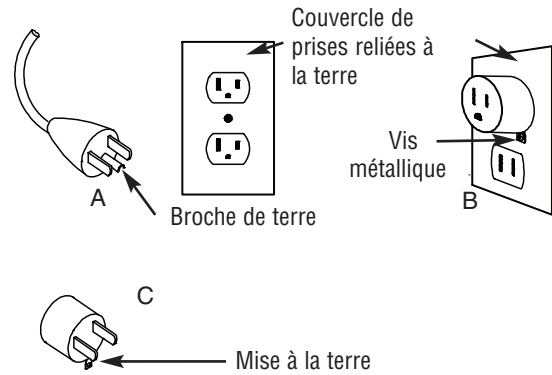

Figure 3
10. Ce radiateur est livré avec une fiche d'alimentation à trois lames pour liaison de terre (Voir la Figure 3). Toujours se connecter à une prise secteur reliée à la terre.
- Cet appareil de chauffage est prévu pour une alimentation sur secteur 120 V. Son cordon d'alimentation comporte une fiche (A sur Figure 3). Un adaptateur est également disponible (C) pour relier des fiches à trois broches dont une de terre à des prises secteur à deux douilles seulement. La patte de mise à la terre qui sort de l'adaptateur doit être reliée à une bonne terre permanente, comme sur une boîte de prises. Cet adaptateur ne doit pas être utilisé s'il y a des prises secteurs à trois douilles dont une de terre disponibles.